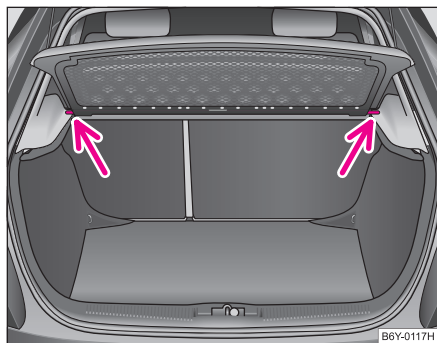

Fig. 59 Demontarea raftului din portbagaj
- Trageți raftul în spate din suporturi ⇒ fig. 59.